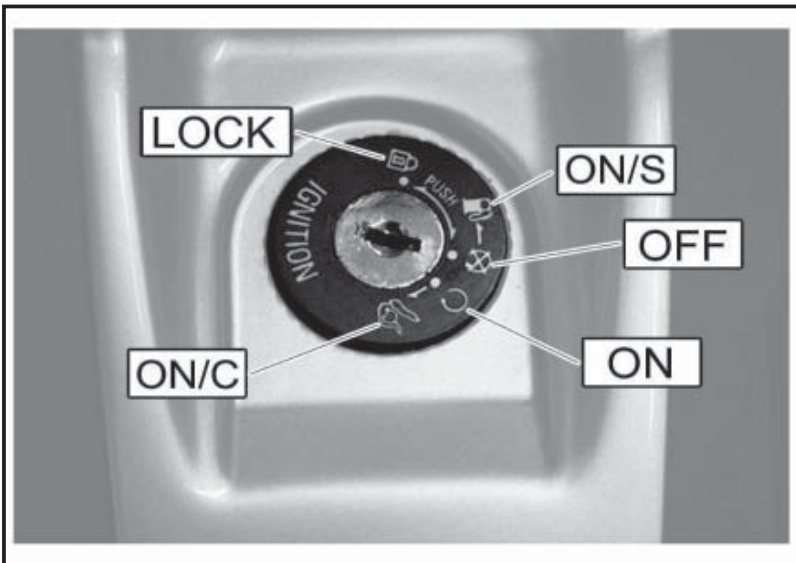

Fig. 02
4.13 COMMUTATEUR A CLES (Fig. 02)